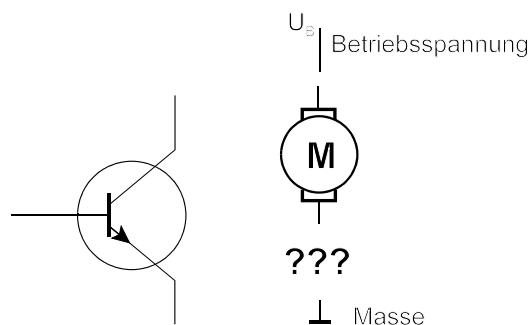

Abb. 4
9. Ein Gleichstrommotor ist anzusteuern (Abb. 4). Die Betriebsspannung ist positiv. Als Leistungsbauelement soll ein Bipolartransistor eingesetzt werden.